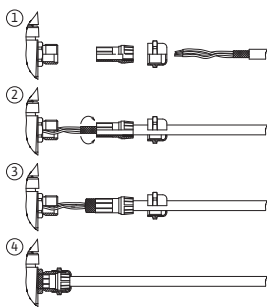

Fig. 25: Blendaj
Blendaj, elektronik modüldeki kablo kılavuzuna bağlıdır. Bkz. Fig. 25.
Dijital girişlerin, analog girişlerin ve bus iletişiminin kabloları, kablo girişinin (Fig. 19, Poz. 4, 5 ve 6) metal kablo rakoru üzerinden blendajlanmalıdır. Blendaj için bkz. Fig. 25.
1. Kancayı (Fig. 25) dikkatli biçimde bir alet ile (ör. tornavida) açın.